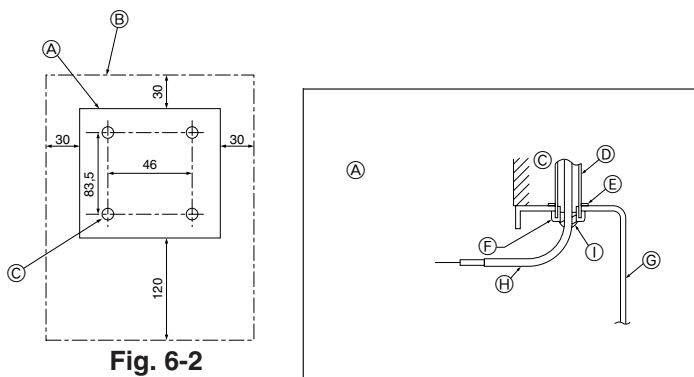

Fig. 6-2
(1) Selezionare un luogo adatto per l'installazione del comando a distanza. (Fig. 6-2)